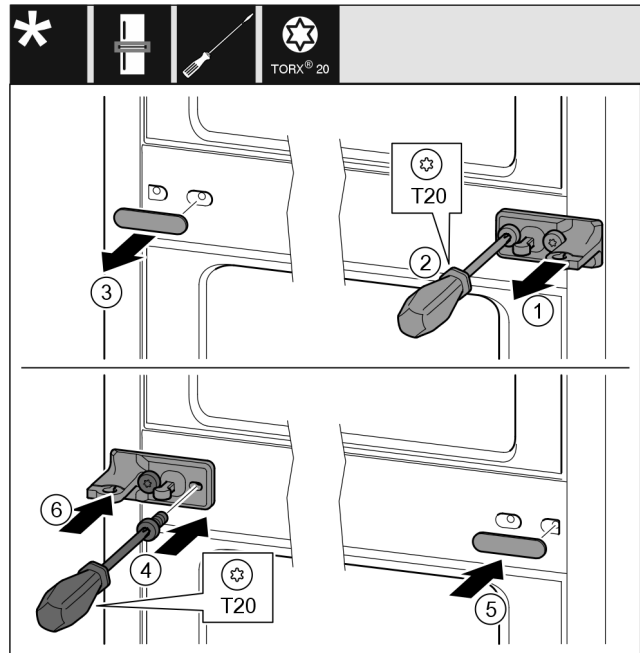

Fig. 34
- ▶ Húzza le az alátétet Fig. 34 (1).
- ▶ Tekerje ki a csavarokat Fig. 34 (2) csavarhúzóval.
- ▶ Óvatosan húzza le a fedelet Fig. 34 (3).
- ▶ Csavarozza fel szilárdan, 180°-kal elfordítva a csapágybakot a fóliával Fig. 34 (4) a másik oldalra.
- ▶ Szerelje fel a fedelet Fig. 34 (5) 180°-kal elfordítva a másik oldalra.
- ▶ Tolja fel az alátétet Fig. 34 (6) előlről.